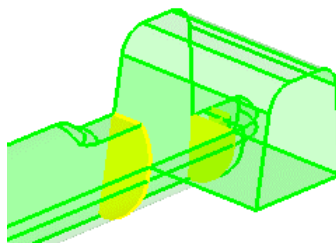

图 3-34 分割实体
- (7) 单击 trim 按钮分割所选实体，如图 3-34 所示。